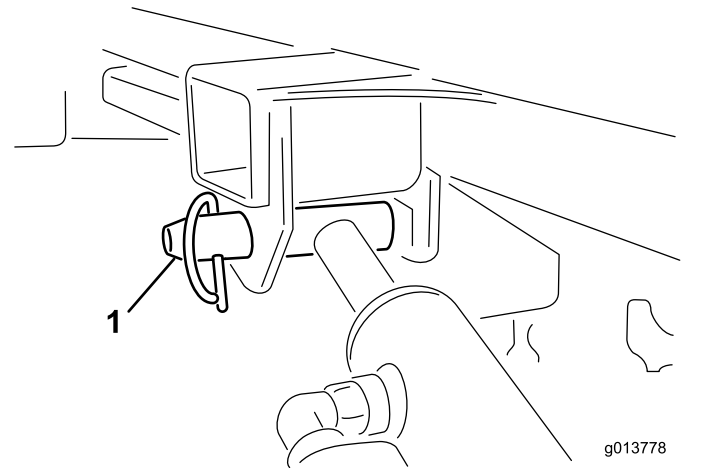

Bild 51
- 11. Halten Sie den Hubzylinder mit einer Hand fest. Entfernen Sie den Arretierstift des Hubzylinders mit der anderen Hand (**Bild 51**).